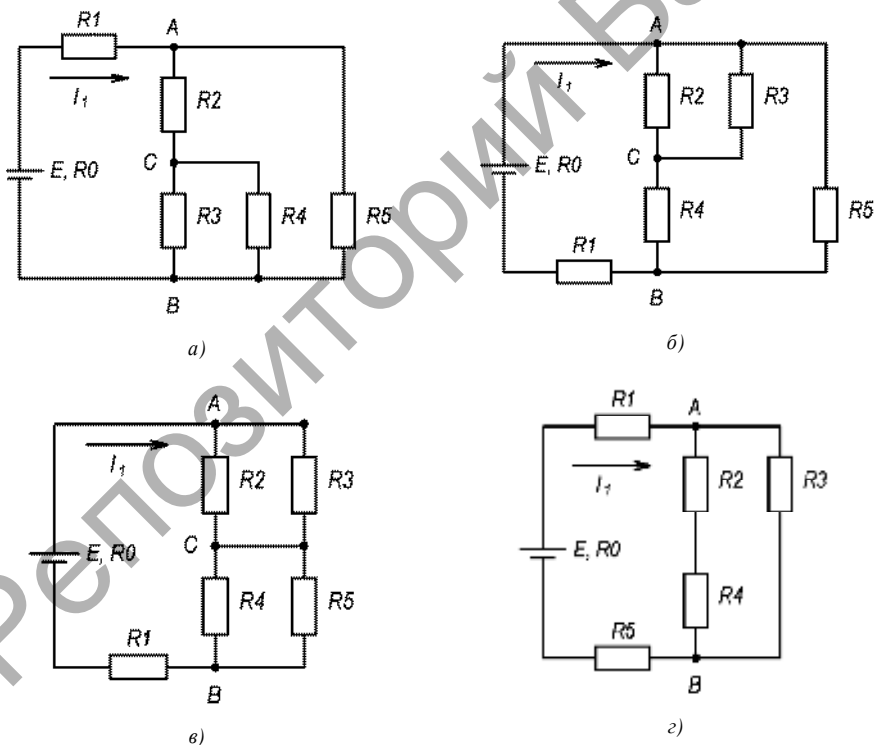

Рисунок 1.18
**Задача 1.8.** Определить ЭДС источника, токи в ветвях цепи (рис. 1.18), мощность на резисторах, КПД цепи. Составить уравнение баланса мощности. Определить напряжение на участке  $AB$ , используя исходные данные таблицы 1.8.